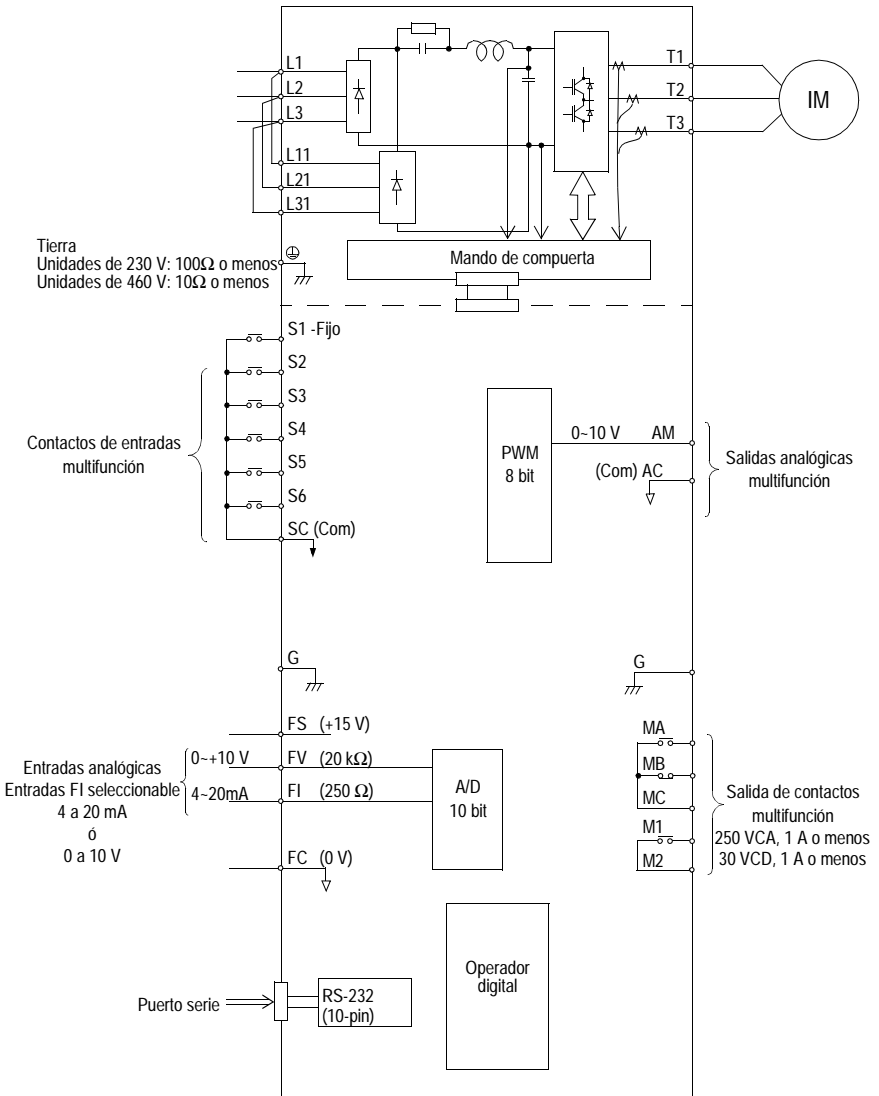

Figura 10 Diagrama de las terminales de VS-616P5
- Al utilizar distintas unidades de inversores VS-616PC5/P5 una junto a otra, conecte la tierra de las mismas tal como se ilustra en la figura 10, (a) o (b). No forme un bucle con los cables tal como se ilustra en (c).